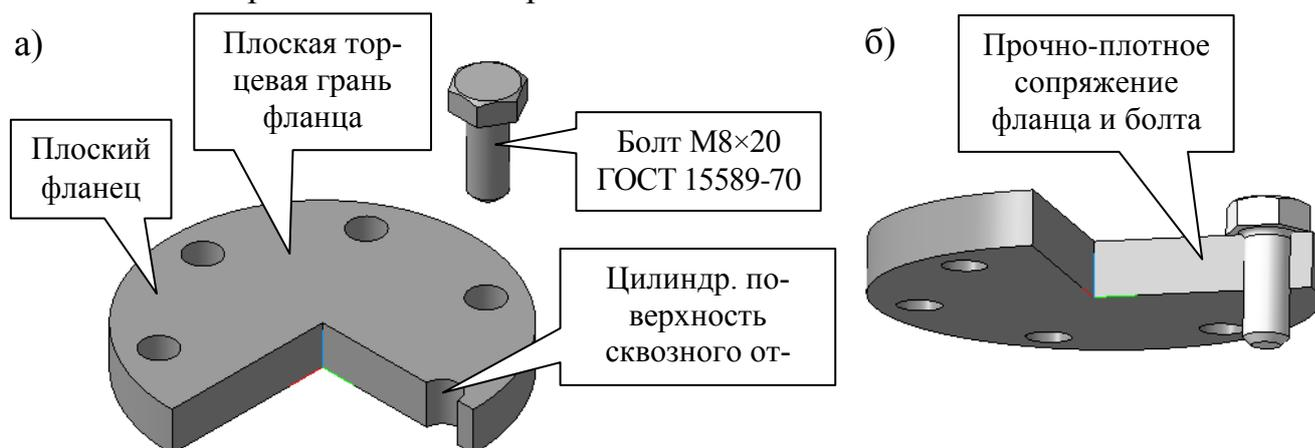

Рис. 16
6. Укажите оптимальную последовательность команд сопряжения, расположенных на одноименной *Панели инструментов*, при помощи которых в системе КОМПАС-3D 9.0, за минимальное количество времени, можно создать в рамках трехмерной модели сборочного узла (см. рис. 16, а) прочно-плотное сопряжение плоского фланца и болта М8×20 ГОСТ 15589-70 (см. рис. 16, б) по плоской торцевой грани фланца и гладкой цилиндрической поверхности сквозного отверстия в нем?